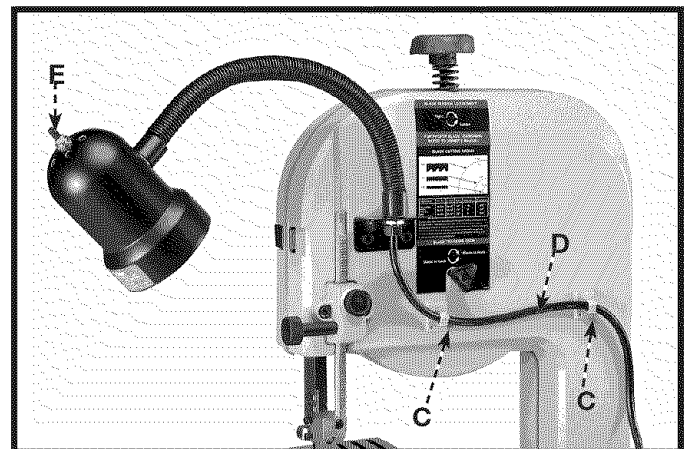

Fig. 19
- Separe el respaldo adhesivo de las abrazaderas del cordón (C) Fig. 19 y aplique una abrazadera en cada una de las localizaciones aproximadas que se ilustran. Asegúrese de que el cordón de la lámpara haya sido desviado fuera del camino, luego asegure el cordón (D) a las abrazaderas del cordón (C) conforme a lo ilustrado en la Fig. 19.
- La lámpara flexible funciona independientemente de la sierra de cinta. Para encender y apagar la lámpara, gire el interruptor (E) Fig. 19.